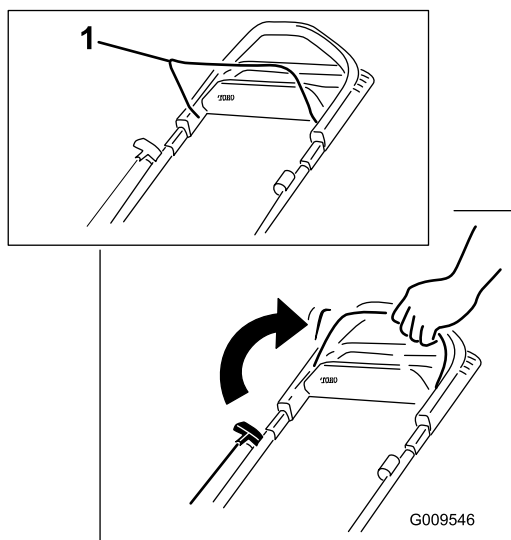
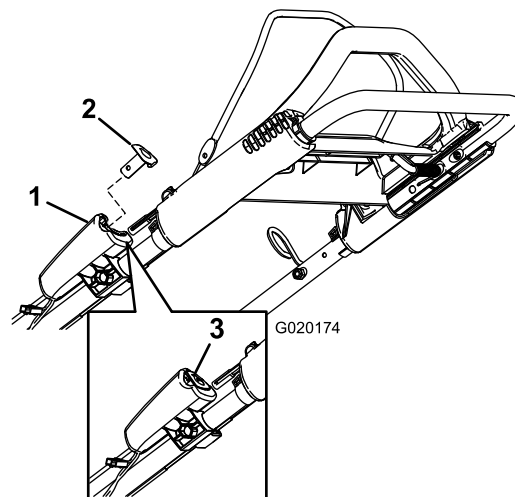

Figura 13
Figura 14
1. Sujete la barra de control de las cuchillas contra el manillar (Figura 13).
2. Pulse el botón de arranque eléctrico (Figura 14) (modelos de arranque eléctrico solamente) o tire de la cuerda del arrancador de retroceso (Figura 13).
Nota: Si se ha retirado el botón de arranque eléctrico, introdúzcalo en el arrancador eléctrico; consulte Figura 14 (modelo de arranque eléctrico solamente).